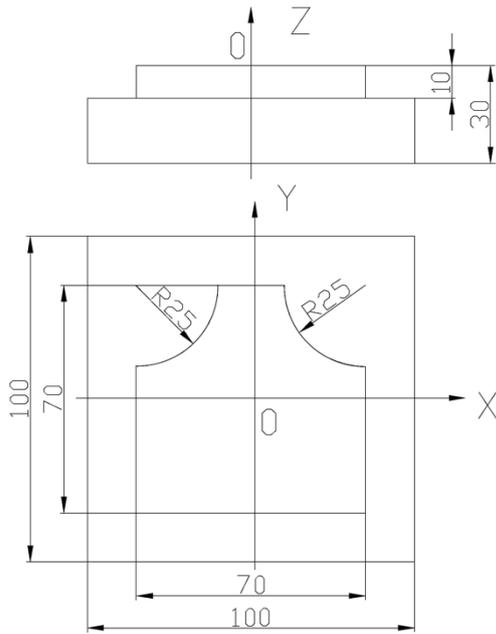

图 3
2. 以下一段程序为如图 3 所示零件的精加工数控铣削程序，在横线上填上相应程序段的作用。（8 分）